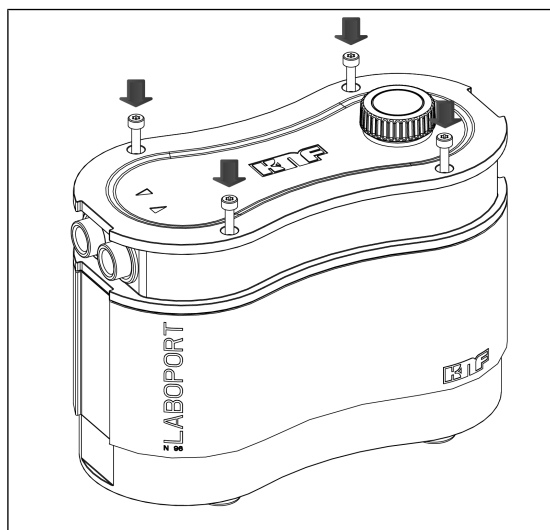

Fig.13: Enroscar los tornillos de la carcasa
3. Apretar los cuatro tornillos de la carcasa (1) de forma cruzada (par de apriete: 190-200 Ncm) (ver Fig. 13).